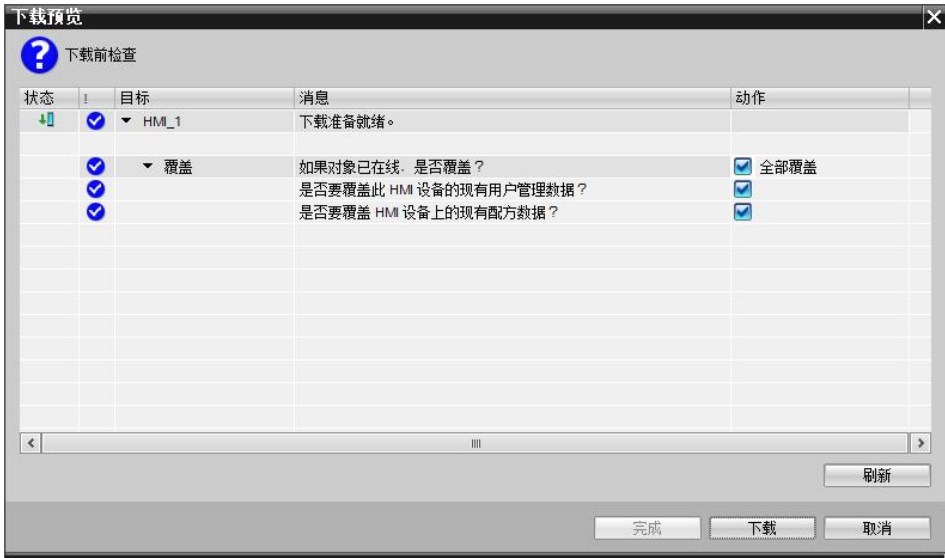

图 2-12
4. 下载之前，软件将会对项目进行编译，只有编译无错后才可进行下载，如发现编译错误请将错误排除后再次进行下载操作。如图 2-12 所示，可选择是否覆盖 HMI 设备的现有用户管理数据及配方数据，然后单击“下载”按钮来完成操作面板的项目下载。